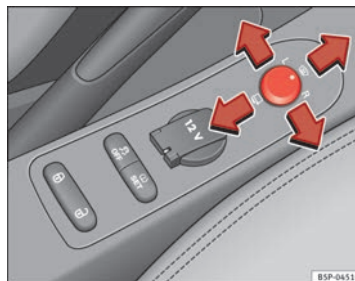

Fig. 91 Mando de los retrovisores exteriores
1. En primer lugar, gire el mando $\Rightarrow$ fig. 91 hasta la posición **L (retrovisor izquierdo)**.
- Gire el mando $\Rightarrow$ fig. 91 hasta la posición  para plegar los retrovisores exteriores. Para evitar daños en el vehículo, debería plegar los retrovisores exteriores siempre que utilice un túnel de lavado automático.